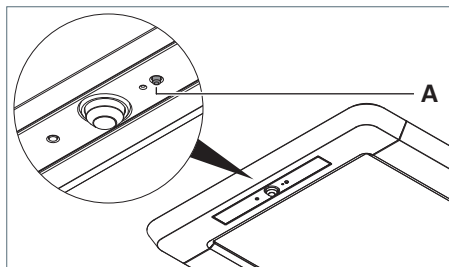
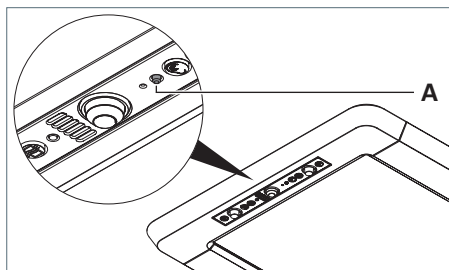

Fig. 24: Esecuzione del reset, versione R.
Fig. 25: Esecuzione del reset, versione RX.
- Premere il tasto **A**, mantenerlo premuto e ricollegare l'apparecchio all'alimentazione, vedere Fig. 24 e vedere Fig. 25.